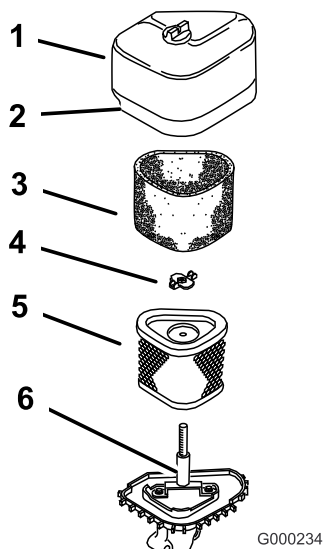

Figure 24
3. Nettoyez la surface autour du filtre à air pour éviter que des impuretés ne s'introduisent dans le moteur et l'endommagent. Dévissez le bouton et déposez le couvercle du filtre à air (Figure 24).
4. Retirez l'écrou à oreilles et retirez l'ensemble élément en mousse et élément en papier du goujon (Figure 24).
5. Sortez délicatement l'élément en mousse de l'élément en papier (Figure 24).
1. Glissez délicatement l'élément en mousse sur l'élément en papier (Figure 24).
2. Posez l'ensemble filtre à air sur sa base et fixez-le en place avec les écrous à oreilles (Figure 24).
3. Reposez le couvercle et fixez-le à l'aide du bouton (Figure 24).